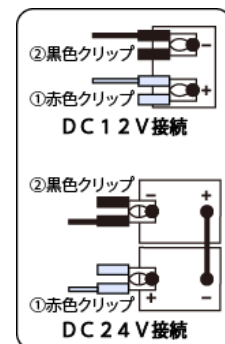

図7
3. 本商品で充電するバッテリーの電圧（DC12／24V）を確認し、“2，組立方法”で接続した①赤色クリップの出力に間違いがないことを再度確認してください。
4. 本商品の①赤色クリップをバッテリーの陽極端子（プラス）へ、その後、②黒色クリップをバッテリーの陰極端子（マイナス）へ接続してください(図7参考)。
5. 本商品の③電源プラグを家庭用コンセントに接続してください。接続すると④操作パネルの各種LED及び、ディスプレイが一時的に全点灯し本商品の電源が入ります。起動後、④操作パネルのディスプレイに接続中のバッテリーの容量が表示されます。
6. ④操作パネルのBATTERY TYPEボタンでバッテリーのタイプを選択してください。
2. 本商品でセルスタートするバッテリーの電圧（DC 1 2 / 2 4 V）を確認し、“2，組立方法”で接続した①赤色クリップの出力に間違いがないことを再度確認してください。
3. 車輛のバッテリー配線を外さずに、本商品の①赤色クリップをバッテリーの陽極端子（プラス）へ、その後、②黒色クリップをバッテリーの陰極端子（マイナス）又は、エンジンブロックに接続してください（図7参考）。
3. 本商品で回復させるバッテリーの電圧（DC 12 / 24 V）を確認し、“2，組立方法”で接続した①赤色クリップの出力に間違いがないことを再度確認してください。
4. 本商品の①赤色クリップをバッテリーの陽極端子（プラス）へ、その後、②黒色クリップをバッテリーの陰極端子（マイナス）へ接続してください（図7参考）。
5. 本商品の③電源プラグを家庭用コンセントに接続してください。接続すると④操作パネルの各種LED及び、ディスプレイが一時的に全点灯し本商品の電源が入ります。